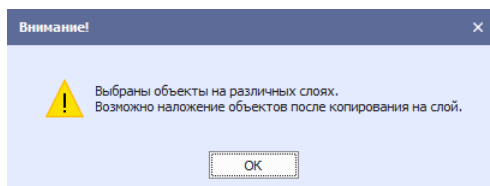

Рис. 237 Уведомление
**Примечание!** При копировании объектов с разных слоев проекта производства на экране отобразится уведомление, см. Рис. 237.